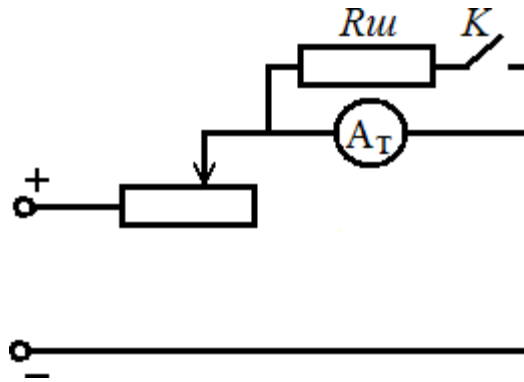

Рис. 2.
2. Для розширення меж вимірювання амперметра скласти коло за схемою (рис. 2). Попередньо обчислити шунт для розширення меж його вимірювань на число кратне 2 та 3. Для цього використати формулу $R_{(m-1)} = \frac{R_A}{m-1}$